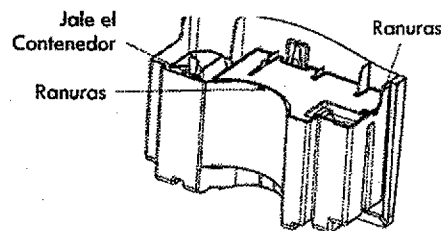

Fig. 2
2. Despacio y con cuidado tire o jale de la parte de atrás y del frente del contenedor para sacar el cobertor del contenedor de las ranuras (Fig. 2)
2. Lleve/transporte el contenedor de agua agarrando la esquina frontal con una mano y la parte trasera del contenedor con la otra mano. ( Fig. 2)